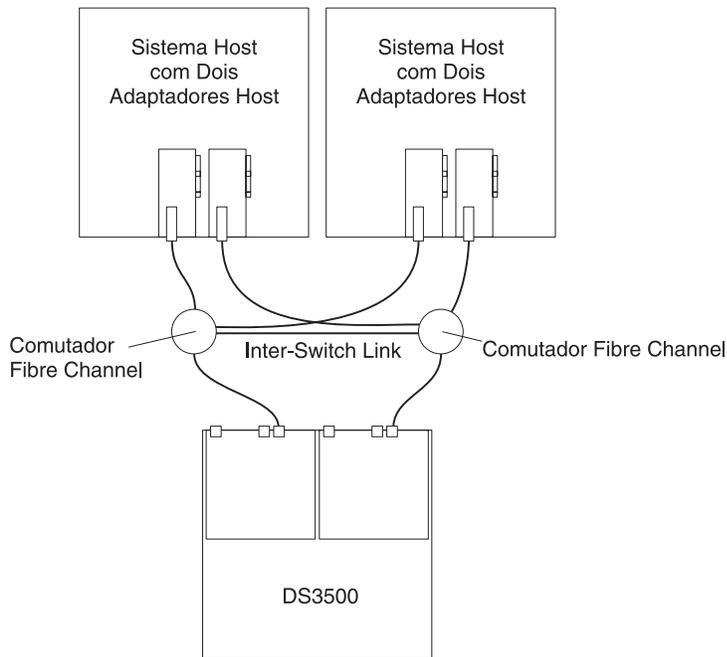

Figura 3-41. Exemplo de uma Configuração de Malha SAN Fibre Channel Única
- Configuração de malha SAN simples, conforme mostrado na Figura 3-41 na página 3-35
Na Figura 3-41 na página 3-35, os comutadores Fibre Channel estão conectados juntos através de ISL (Inter-Switch Link) para formar uma única malha SAN.